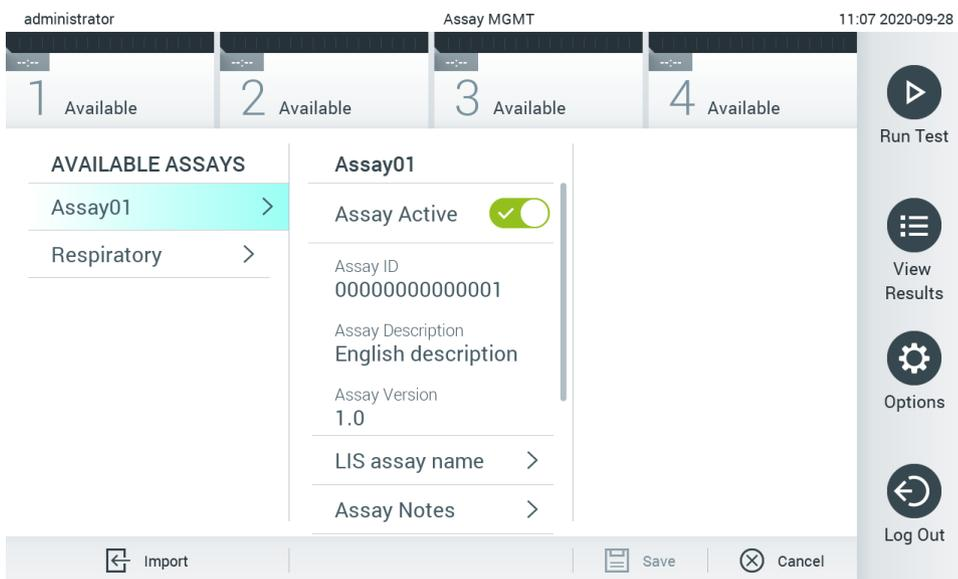

Figura 68. Activación del ensayo.
7. El ensayo quedará activo al pulsar el botón Assay Active (Ensayo activo; figura 68).